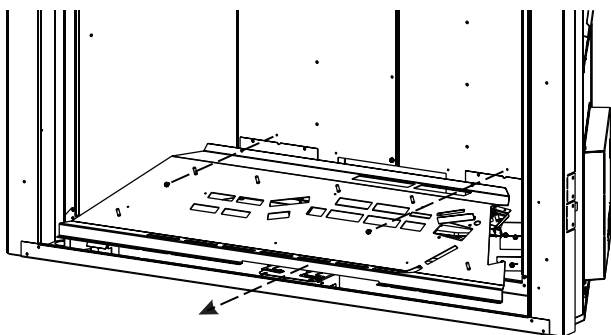

Figure 3
4. Retirer deux (2) vis qui fixent la veilleuse à la cuvette du brûleur. Ceci permet à l'ensemble de veilleuse de tomber.
5. Retirer deux (2) vis qui maintiennent en place la base du brûleur. Soulever la base du brûleur hors de la chambre de combustion. **Voir Figure 3.**